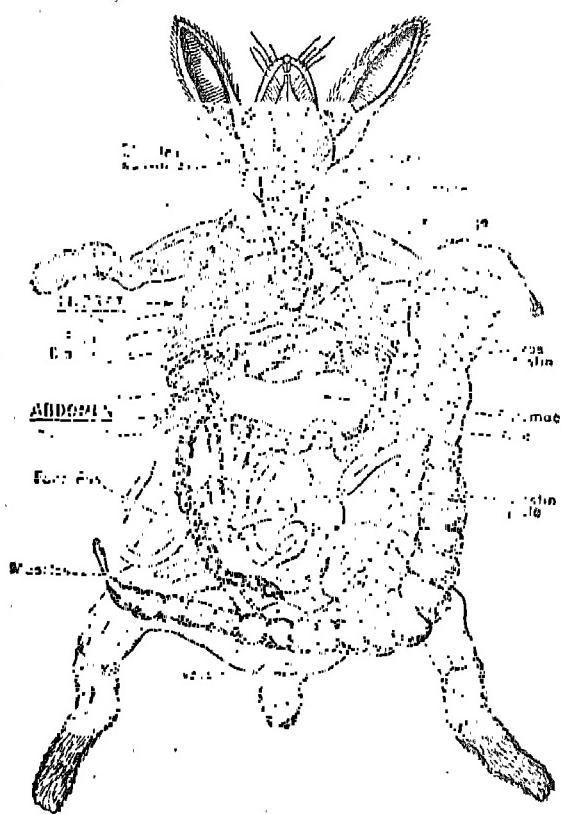

Fig. 2. — Dissection d'un lapin. Elle nous montre les organes qui forment le corps de cet animal.
- La notion d'organe.** Observation des principaux organes d'un *lapin écorché*. A défaut, examiner et décrire la fig. 2. Retrouver les organes correspondants sur une planche murale représentant l'intérieur du corps humain¹ (à défaut, sur la fig. 3).
La ménagère coupe ensuite la paroi du ventre et la poitrine, et vous pouvez distinguer les poumons, le cœur, le foie, le tube digestif, les reins... contenus dans le tronc (fig. 2). Vous remarquez qu'une cloison charnue, le *diaphragme*, partage le tronc en deux parties. Au-dessus se trouve la poitrine, ou *thorax*, au-dessous c'est le ventre, ou *abdomen*. *La peau, les muscles, les os, le cœur, le foie, les reins... sont les organes du lapin.*